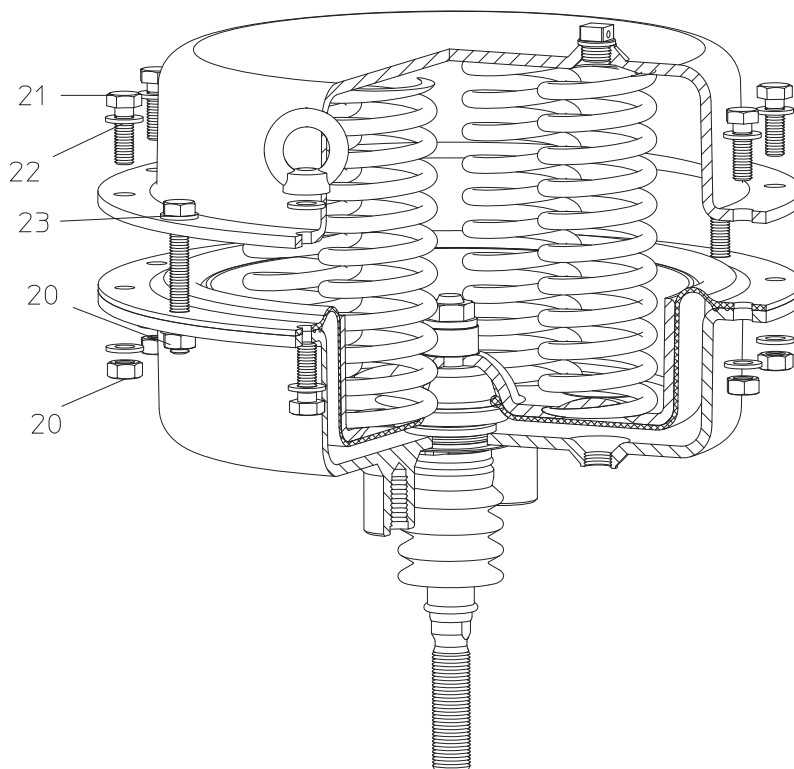

Fig. 20
- Negli azionatori con aumentato precaricamento della molla (si veda la Fig. 20) per le grandezze DP30 / DP32 e DP33 sono presenti due viti più lunghe e per il DP34 quattro viti più lunghe (pos. 23). Allentare le viti infine in maniera omogenea in modo da scaricare il precaricamento della molla.